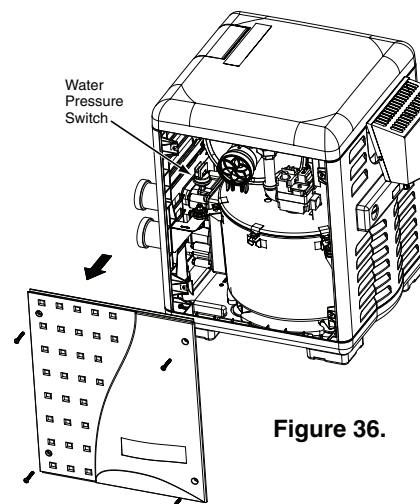

Figure 36.
5. Retirer les panneaux d'accès en dévissant les quatre vis de chaque porte, soulever ensuite les portes du panneau inférieur. S'il s'avère nécessaire, les vis peuvent servir de poignées, voir la figure 36.
3. Retirer les panneaux d'accès, voir la figure 36.